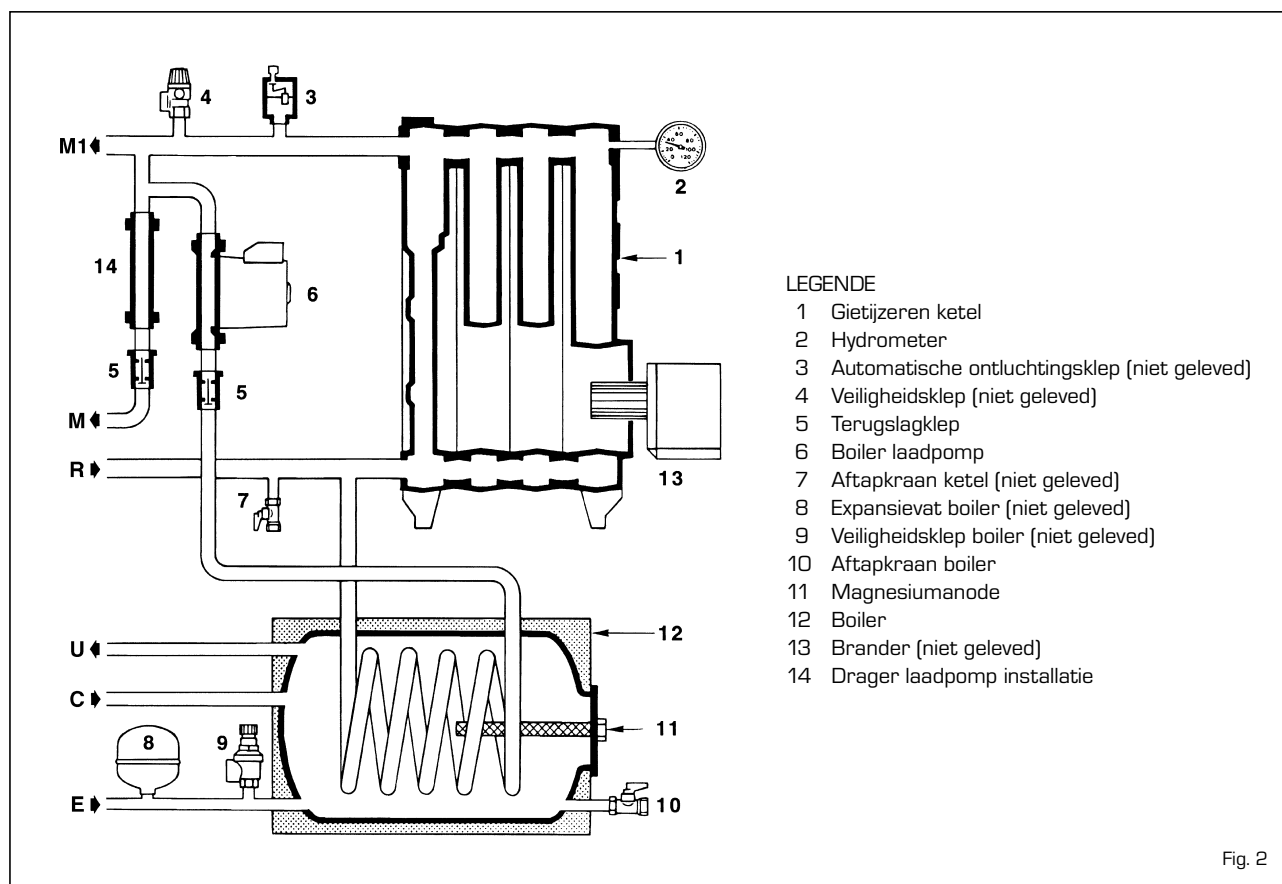

Fig. 2
Teneinde een juiste werking van de ketel te garanderen is het noodzakelijk op de bus van 3/8" van de vertrek C.V. een automatische ontluchtingsklep [3 fig. 2] te plaatsen en op de bus van
1/2" een voor 3 bar geijkte veiligheidsklep [4 fig. 2]. Daarnaast dient een voor 7 bar geijkte veiligheidsklep [9 fig. 2] te worden geïnstalleerd op de koud water-aanvoer van de boiler ter voorkoming van het risico van breuk tengevolge van een incidenteel verhoogde overdruk. Voor het geval de veiligheidsklep opengaat, wordt meestalaangeraden om in het warm water-circuit een expansievat [8 fig. 2] van 5 liter te plaatsen met een maximale druk van 8 bar. Het expansievat dient te zijn voorzien van een rubberen wand zoals voor voedingswaren wordt gebruikt. De verwarmingspomp moet aan de achterzijde van de ketel worden gemonteerd ter vervanging van het aansluitstuk [14 fig. 2].
**De ketel kan de gewenste hoeveelheid warm water alleen produceren als alle lucht in de slang is afgevoerd wanneer hij voor het eerst wordt aanzet. Om deze handeling te vereenvoudigen dient men de terugslagklep (5 fig. 2) open te zetten door de schroef in horizontale stand te zetten. Zet de schroef in de oorspronkelijke stand terug wanneer het afvoeren is voltooid.**